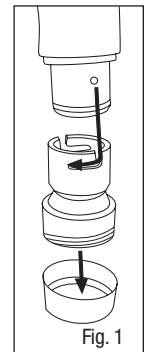

Fig. 1
– Para conectar a traquéia da Série BT ao V-199, posicionar a traquéia de tal modo que seus dois pinos de travar fiquem alinhados com as aberturas dos dois entalhes em forma de L do adaptador. Pressionar para dentro em linha reta e torcer de modo que os pinos de travar sejam acoplados na extremidade dos entalhes em forma de L (Fig. 1).